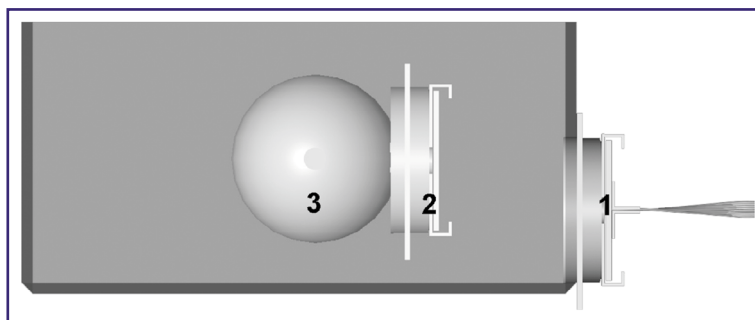

Abbildung 1: Aufbau eines Spektrographen
Strahlung einzugrenzen, einem optischen Transmissionsgitter(2), um das Licht in seine verschiedenen Wellenlängen aufzuspalten und einer Webkamera(3) als Detektor (Abbildung 1).